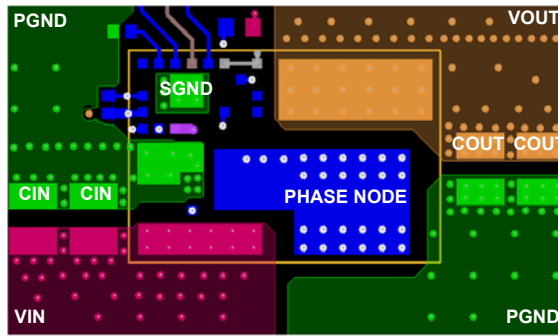
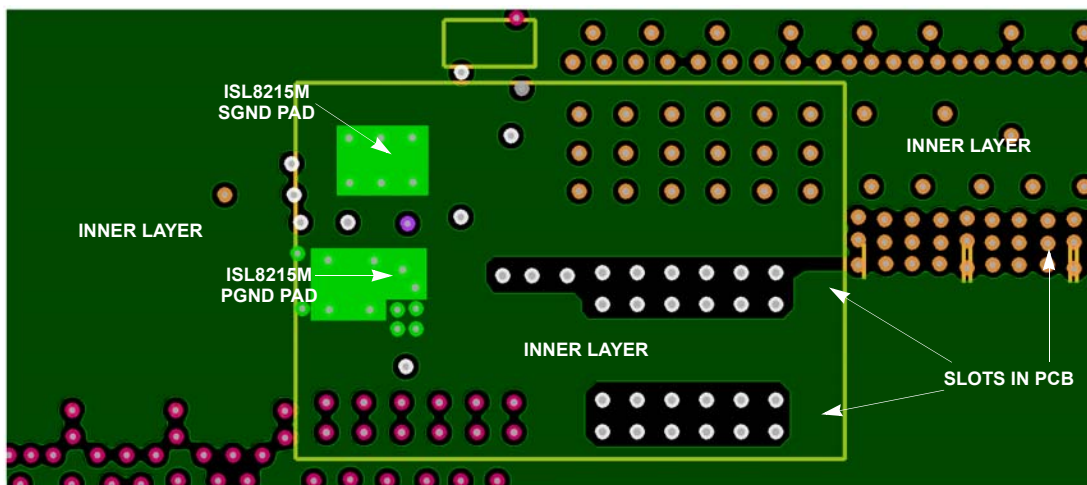

図 46. レイアウトの例 - 最上位レイヤ
図 48. レイアウトの例 - SGNDが内部レイヤ経由でPGNDへ接続されている場合
- (1) VIN と PGND との間、モジュールとできるだけ近い場所に、入力コンデンサと高周波数のデカップリング・セラミック・コンデンサを配置します。高周波数ノイズを最小に抑えるため、入力コンデンサ、VINパッド、PGNDにより形成されるループは、可能な限り小さくします。出力コンデンサは、負荷の近くに配置します。短く広い銅パターンを使用して、出力コンデンサを負荷へ接続し、寄生インダクタンスおよび抵抗を回避します。レイアウト図の例を、図 46 および 47 に示します。
- (2) VIN、VOUT、PGNDには、大きな銅パターンを使用し、伝導損失と熱ストレスを最小化します。各レイヤの電源プレーンは、十分な数のビアで接続します。
- (3) 内部レイヤ(モジュールの下)に、共有SGNDおよびPGNDを持つ堅固なグラウンド・プレーンを使用し、レイアウトの設計を簡素化します。28 ページの図 48 に示すように、スロットを使用して、スイッチング電流がモジュールのSGNDパッドを避けることを保証します。最下位レイヤ(入力コンデンサ、出力コンデンサなどを含む)のすぐ上のレイヤに、可能な限り多くのGNDプレーンを使用することをお勧めします。最上位と最下位のレイヤを使用して、EN、VCC、PGOOD信号を配線します。
- (4) スwitching周波数が300kHzで42V入力の場合、 4.02Ω 1206抵抗、および270pF X7R 0603コンデンサをPHからVINへ直列に接続する必要があります。スイッチング周波数が300kHzより高い場合、抵抗のサイズをディレーティングします。抵抗R5の電力損失(P_{cal})は、式 $C \cdot V^2 \cdot f$ で計算します。ここで